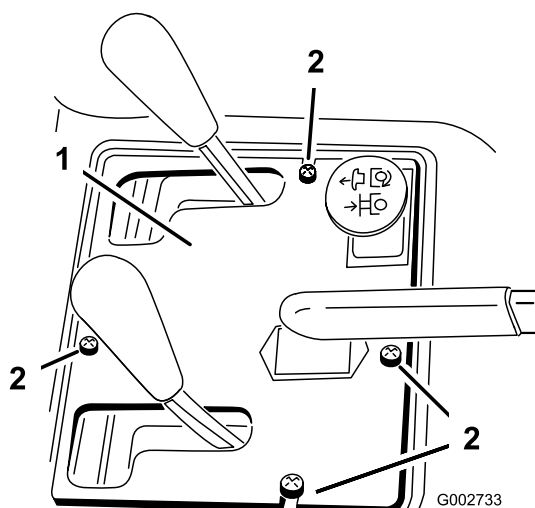

Bild 37
2. Nehmen Sie die vier 4 Schrauben ab, mit denen das Armaturen Brett am Rahmen befestigt ist (Bild 37).